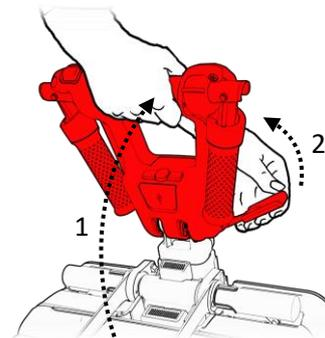

Figure 49
1. Assurez-vous que le guidon est sécurisé en position verticale (voir la figure 49).